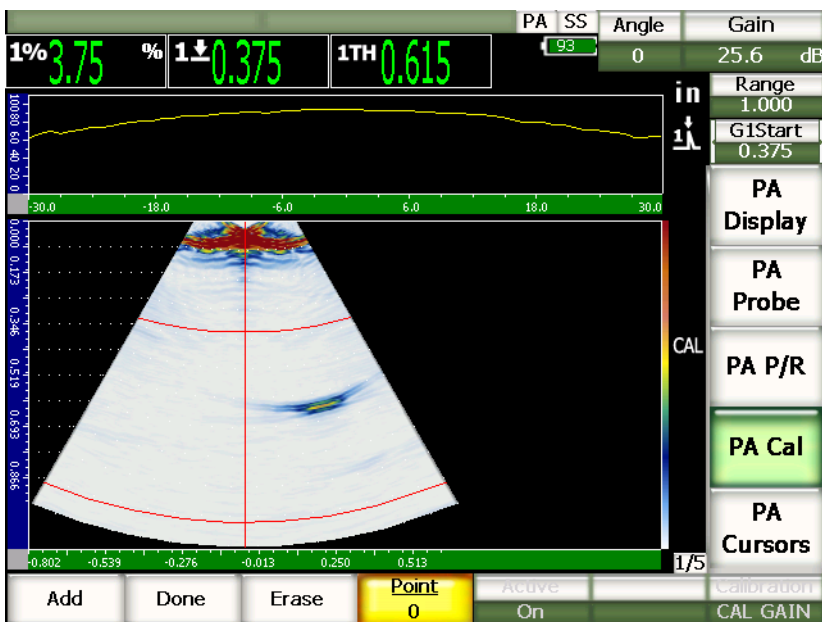

Figura 17-10 Schermata di acquisizione della calibratura del guadagno
7. Selezionare **1/5 > PA CAL > Add** (aggiungi) per cominciare la calibratura. L'A-scan visualizzato nella parte superiore della schermata è sostituito da una nuova vista che rappresenta la misura di ampiezza (linea gialla) dell'indicazione nella porta, attraverso tutte le leggi focali (vedi Figura 17-7 alla pagina 299). Idealmente, la linea di lettura dello spessore dovrebbe essere dritta, indicando che lo strumento ha preso le stesse misure di spessore a partire dallo stesso riflettore per ogni legge focale (quando il riflettore ha il massimo picco). In questo esempio, la linea non calibrata dovrebbe essere simile a quella illustrata nella Figura 17-10 alla pagina 303.